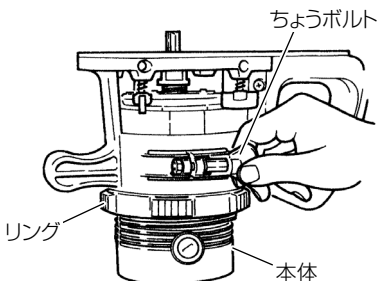

図 6
- (1) ちょうボルトをゆるめ、リングを回して、切込み深さを調節します。リングを 1 回転させると切込み深さは約 5 mm 変わります。
- (2) 調節後、ちょうボルトをしっかりと締めて本体を固定します。(図 6)